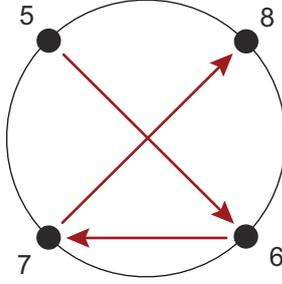

图 2
5. 继续在位置 5 至 8 处点焊焊接板，如有可能，最好从储罐内部点焊（图 2）。